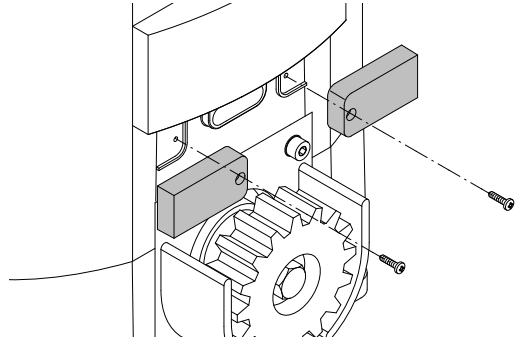

Fig.4
- 3 Infilare i cavi dei sensori attraverso le predisposizioni e fissare i supporti dei sensori al gruppo finecorsa come indicato in fig.4
- 3 Insert the wires of the sensor in the slots and fit the sensor bases to the limit switch unit, as shown in Fig. 4
- 3 Die Kabel der Sensoren durch die Kabelsitze ziehen und die Halterungen der Sensoren an die Endschaltereinheit laut Angabe der Abb. 4 befestigen.